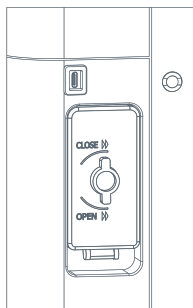

FIG. 8
1. Gire la perilla del porta baterías en la posición OPEN para abrir la tapa (ver Fig. 8)